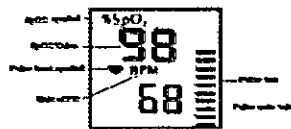

Figura 6A
- (2). Para el PC-60B, pulse la tecla de función para encender/apagar la luz de fondo. Pulse la tecla prolongadamente para visualizar el índice de perfusión (PI) como se indica en la figura 6B, después de 8 segundos, la pantalla volverá a visualizarse como se indica en la figura 6A.